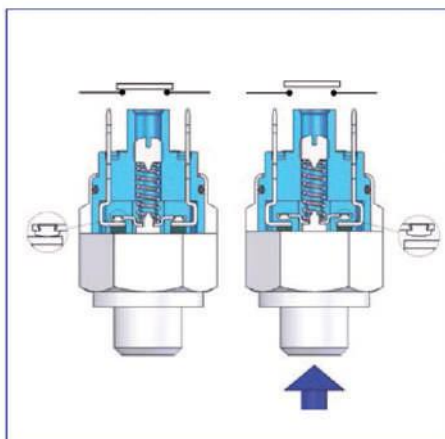

FIG. 2
- La rappresentazione di Fig. 2 mostra un pressostato con contatti NORMALMENTE CHIUSI (N.C.) in assenza di pressione. Vediamo infatti che in assenza di pressione i contatti sono chiusi e il segnale è presente sui contatti esterni. Al raggiungimento della pressione di taratura il contatto elettrico si solleva interrompendo il segnale.
- The diagram of Fig. 2 shows a pressure switch with NORMALLY CLOSED (NC) contacts in the absence of pressure. We can see that the contacts are closed and the signal is present on the external contacts. When the pressure setting is reached, the electrical contact rises and interrupts the signal.